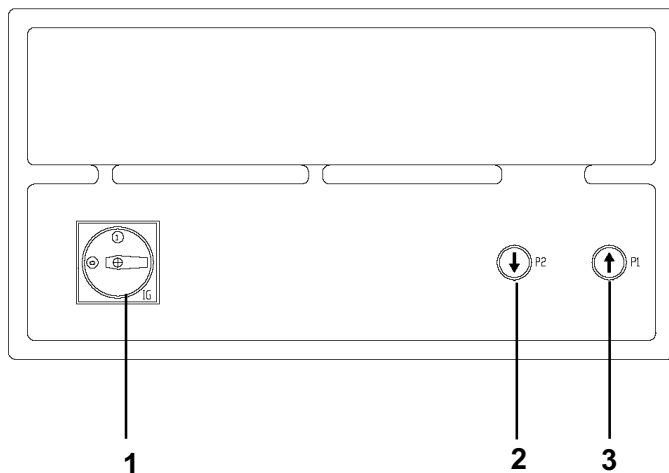

Fig. 23
Rif. Fig. 23
Ref. Fig. 23
Zu Abb. 23 - „Heben“. Hauptschalter (1) auf Position „1“ stellen. Die Taste „Heben“ (3) bis auf die gewünschte Höhe betätigen. „Senken“. Die Taste „Senken“ (2) betätigen. Die Hebebühne
Réf. Fig. 23